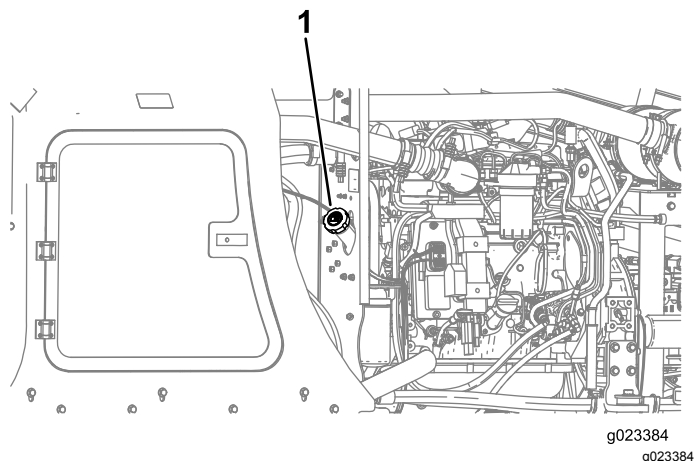

Figura 37
3. Retire a tampa do tanque de combustível. (Figura 37).